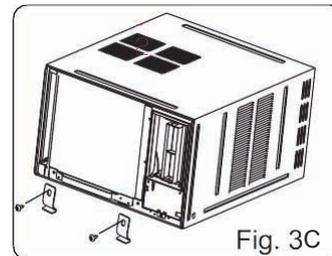

Fig. 3C
- Saque los dos tornillos del soporte derecho e izquierdo de fijación del chasis, después extraiga los dos soportes de fijación como se muestra en la Fig. 3C.